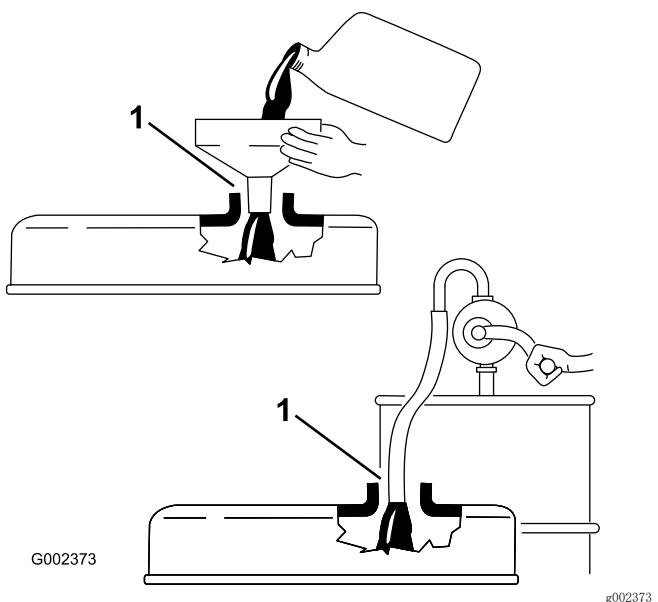

图24
**重要事项：**确保为发动机添加机油时已取出量油尺。当添加机油或注油时、注油设备与气门室盖内的注油孔之间必须有空隙、如图24所示。此空隙是注油时准许通风所必需的、可以防止油溢入通气孔。